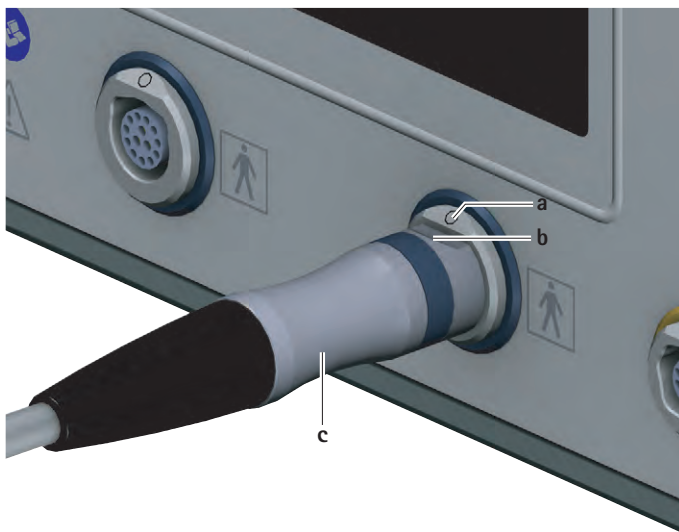

Fig. 3 Conectarea cablului de motor
- ▶ Orientați fișa pentru unitatea de comandă **c** a cablului de motor astfel încât marcajul **b** de pe fișă să se alinieze cu marcajul **a** de pe mufa de conexiune a componentei aplicate **7**, vezi Fig. 3.
- Scoateți fișa cablului de motor pentru unitatea de comandă c din mufa de conectare pentru componenta aplicată 7, vezi Fig. 3.